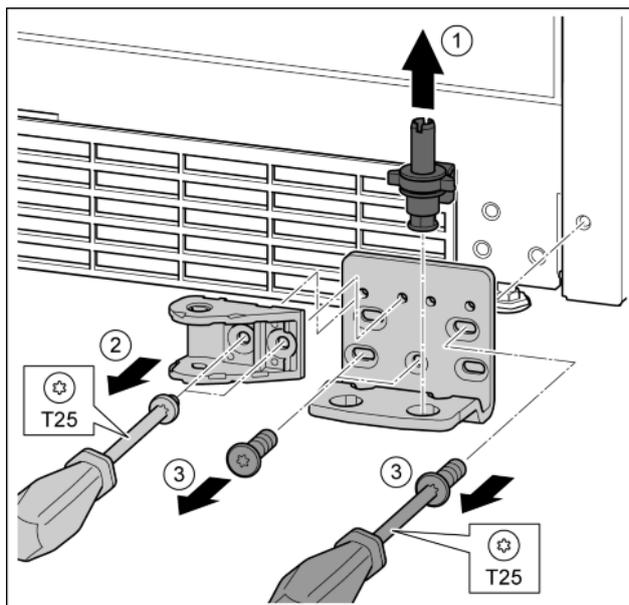

Fig. 33
- ▶ Estrarre il perno di supporto completo verso l'alto. Fig. 33 (1)
- ▶ Con il cacciavite T25 svitare le viti e togliere il collegamento dell'ammortizzatore di chiusura. Fig. 33 (2)
- ▶ Con il cacciavite T25 svitare le viti e asportare il blocco di supporto Fig. 33 (3)